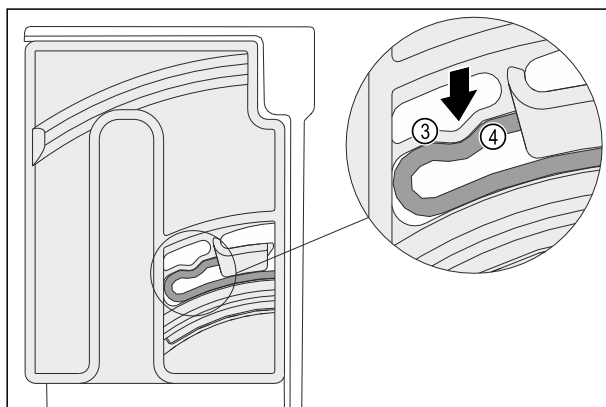

Fig. 125
- Elastisches Element Fig. 125 (3) der Dreheinheit rastet hörbar in der Rundform der Rippe Fig. 125 (4) ein.